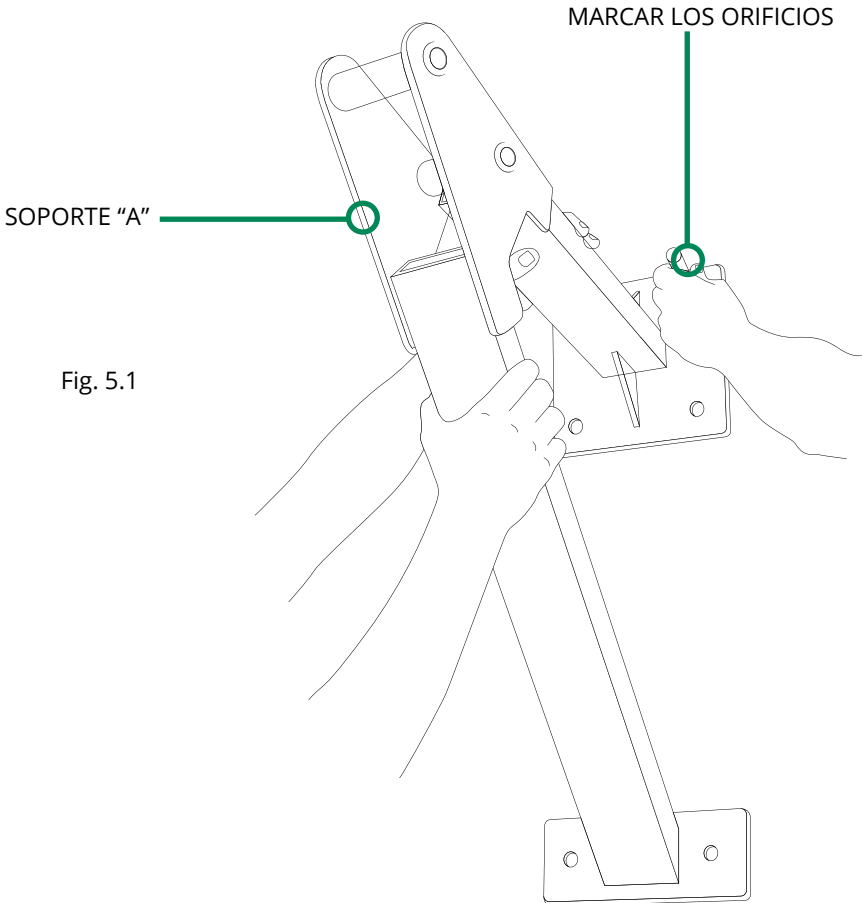

Fig. 5.1
5.1 Tome el soporte "A" (Fig. 5.1), úselo como plantilla para presentarlo en su posición o lugar de instalación (se recomienda que de preferencia en un muro de concreto sólido, en caso contrario tome las medidas adecuadas para evitar que el ventilador se desprenda debido a la inconsistencia del muro).
5.2 Sujete el soporte "A" (Fig. 5.1) contra el muro y con el uso de una regla de nivel, asegúrese que esté alineado en todos los diferentes planos.
5.3 Marque en el muro los 6 orificios del soporte "A" (Fig. 5.1) Como se muestra en la siguiente imagen.